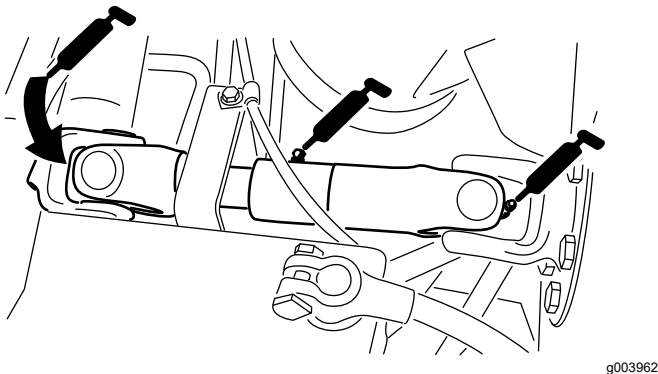

Figura 64
- Articulación de cardán del árbol de transmisión de la bomba (3): Figura 64